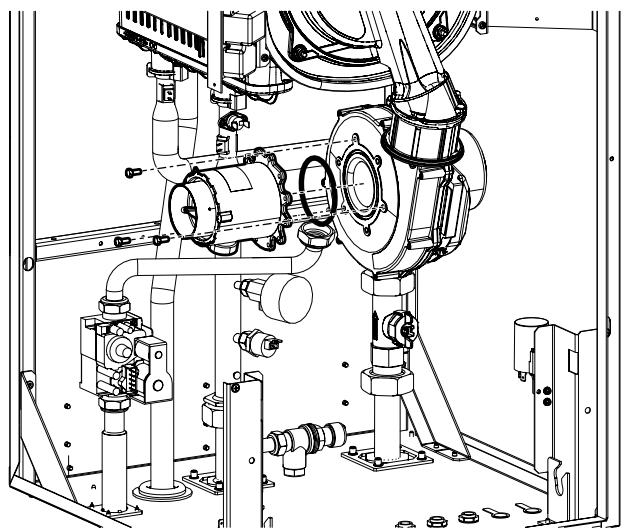

Fig. 33 Misturador
- Remova o misturador, desatarraxando os três parafusos Allen (veja Fig. 33 Misturador).
- Monte o misturador montado ao ventilador com os parafusos Allen, tendo cuidado para reposicionar, entre o misturador e o ventilador, o o-ring de estanqueidade (veja Fig. 33 Misturador).